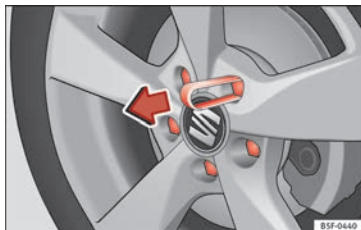

Fig. 66 Pincez pour extraire les capuchons des boulons de la roue.
- Encastrer la pince en plastique (outillage de bord) sur le capuchon jusqu'à ce qu'elle s'emboîte » fig. 66.